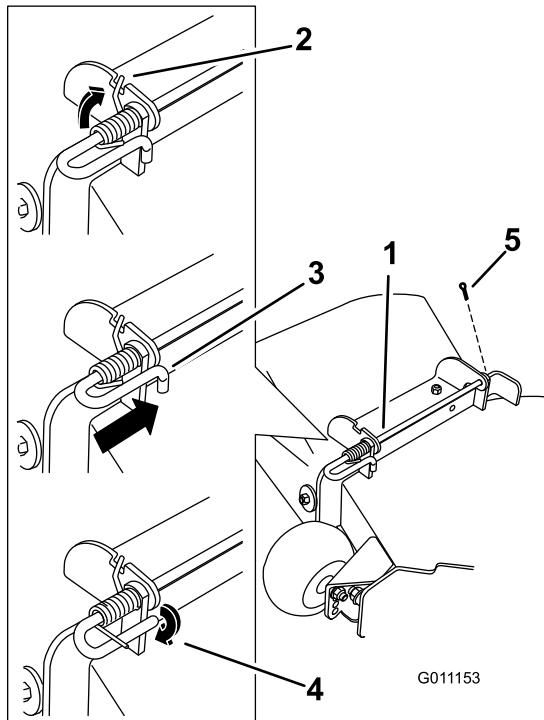

Figura 71
5. Levante el extremo largo del muelle y colóquelo en la muesca del soporte de montaje del deflector (Figura 71).
6. Fije el conjunto de varilla y muelle torciéndolo de manera que el extremo corto de la varilla pueda colocarse detrás del soporte delantero que está soldado a la plataforma (Figura 71).
7. Instale el pasador (Figura 71).